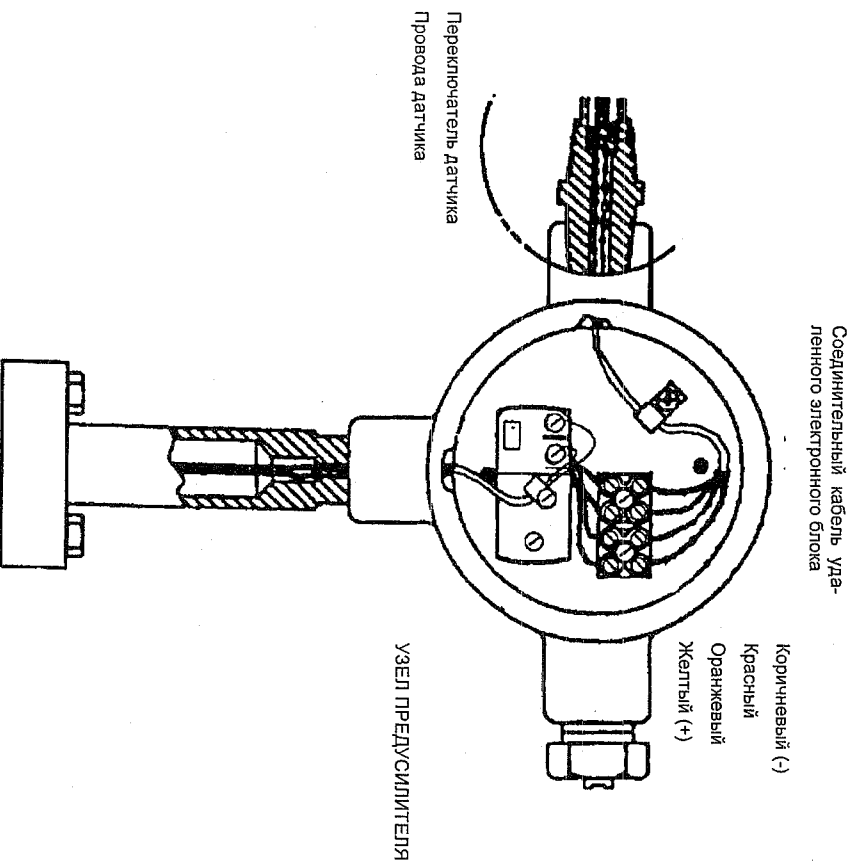

Рис. 26. Предварительный усилитель – расходомер с удаленным электронным блоком
4. Перед установкой узла в распределительную коробку подсоедините четыре провода (коричневый, красный, оранжевый и желтый провода, поступающие в распределительную коробку через отверстие кабельного входа, к другой стороне клеммной колодки на монтажной пластине (в той же последовательности, что и кабель от предусилителя). См. рис. 26.